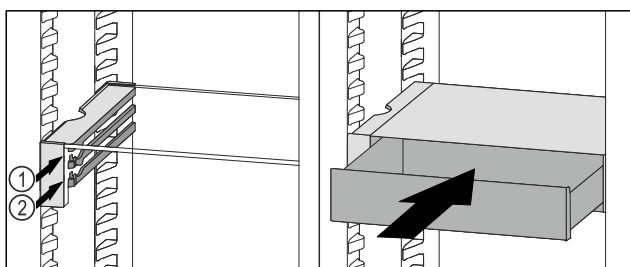

Fig. 90
- ▶ Nasadte zásuvku VarioSafe za zarážky na požadovaném žebře Fig. 90 (1) nebo Fig. 90 (2).